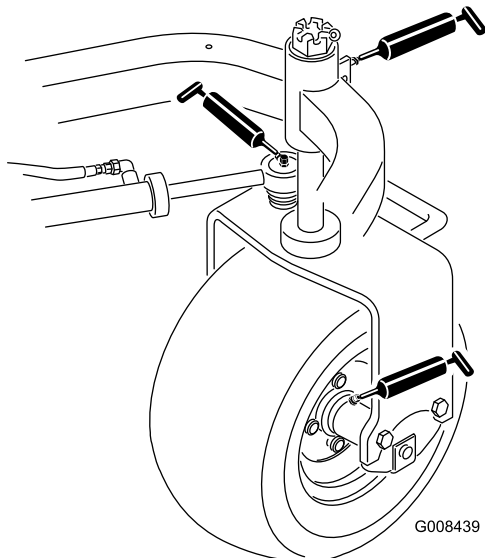

Figura 28
- Mozzo della ruota posteriore (1) (Figura 28)
- Cuscinetto della ruota orientabile (1) (Figura 28)
- Cilindro sterzante (2) (Figura 28)